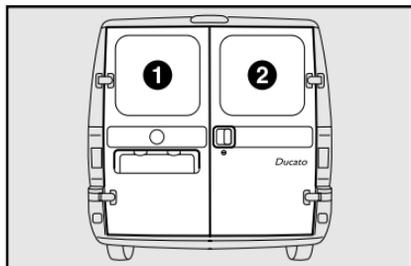

fig. 73
### Apertura manual desde el exterior de la primera hoja 2-fig. 73
### Cierre manual desde el exterior de la primera hoja 2-fig. 73
### Apertura manual desde el interior de la primera hoja (para algunas versiones) 2-fig. 73
### Apertura manual de la segunda hoja 1-fig. 73
Tire de la manilla C-fig. 73 en la dirección indicada (posición 2).
### Cierre manual desde el interior de la primera hoja 2-fig. 73
### Cierre manual de la segunda hoja 1-fig. 73
**ADVERTENCIA:** para utilizar correctamente las dos puertas traseras, asegúrese de que la hoja 1-fig. 73 esté siempre bien enganchada antes de cerrar la hoja 2.